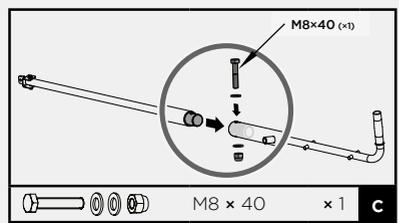

Figure 12
3. Insérez le levier de commande le plus court dans le levier le plus long. Alignez les trous et fixez-les avec un boulon hexagonal M8×40, des rondelles et un écrou (figure 12).